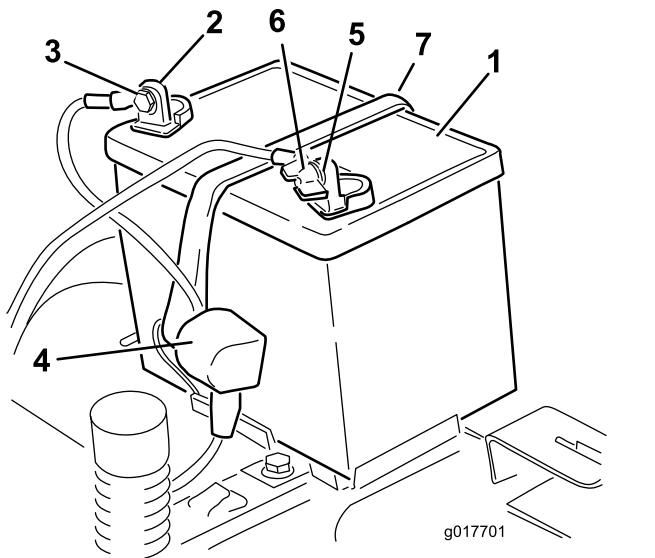

Figure 53
4. Débranchez le câble négatif (noir) de mise à la masse de la borne de la batterie (Figure 53).
6. Débranchez le câble positif (rouge) de la borne de la batterie (Figure 53).
7. Déposez la barrette de maintien de la batterie (Figure 53) et soulevez la batterie de son support.
1. Placez la batterie sur son support (Figure 53).
5. Fixez la batterie en place à l'aide de la sangle de maintien (Figure 53).